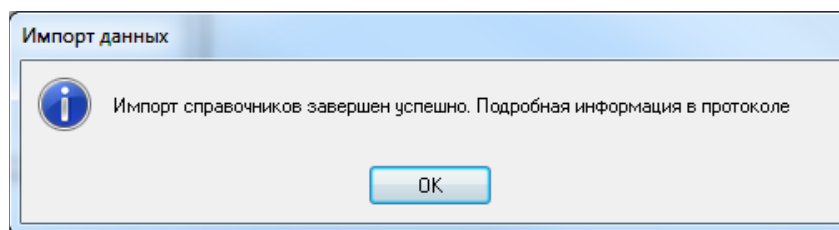

Рисунок 256: Пример сообщения в окне "Импорт данных"
- 4.2 По окончании выполнения процедуры импорта справочников, на экран будет выдано соответствующее сообщение в окне **«Импорт данных»** (рис. 256).